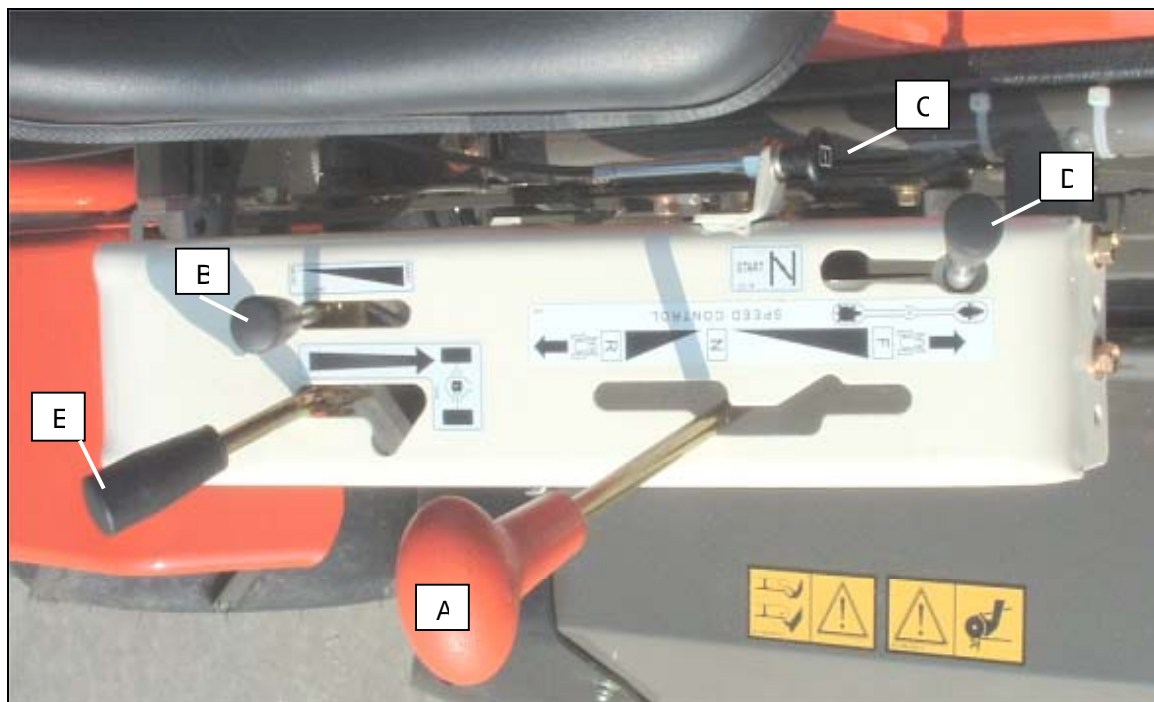

Figure 3
Il est utilisé pour faire avancer, reculer ou arrêter la machine (figure 3, repère A). Lorsque vous tirez le levier la machine va reculer (R). Lorsque vous poussez le levier, la machine va avancer (F).
Il permet de contrôler la vitesse du moteur. On accélère en poussant le levier vers l'avant et on ramène le moteur au ralenti en le tirant en arrière (figure 3, repère B).
Elle permet de démarrer le moteur froid. Tirez vers l'avant pour démarrer, puis ramenez là progressivement vers l'arrière (figure 3, repère C).
Ce levier (figure 3, repère D) permet la sélection des 2 vitesses. Vitesse lente (symbole : tortue) et vitesse rapide (symbole : lapin).
Il permet de rendre les roues arrière motrices solidaires afin d'éviter qu'une roue patine en condition d'adhérence difficile, permettant ainsi le bon avancement de la machine (figure 3, repère E). Il est préférable d'engager le blocage du différentiel lorsque les roues tournent lentement afin de minimiser les chocs sur la transmission. Si une roue tourne vite, baissez le régime de rotation du moteur avant d'engager le blocage du différentiel. En ligne droite, ne l'utilisez que momentanément.